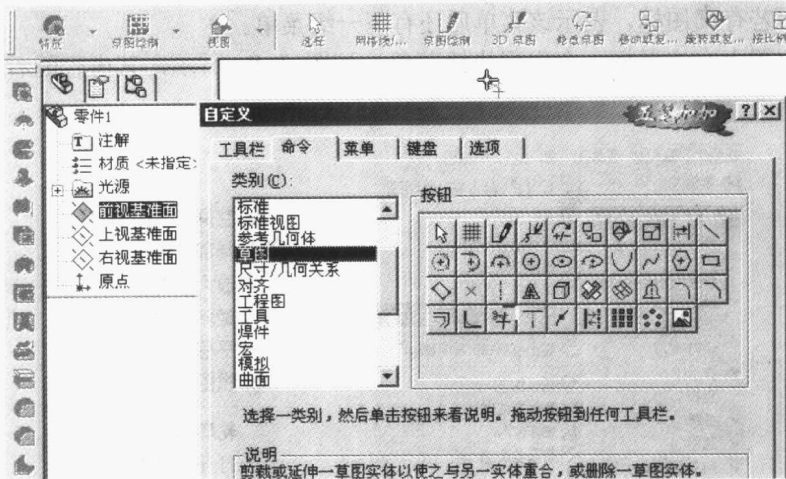
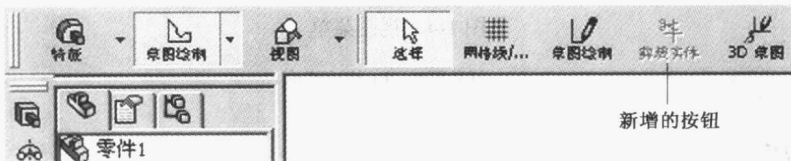

图 1-6 自定义工具栏按钮
图 1-7 新增的工具栏
(4) 工具栏内容的增减：单击菜单【工具】→【自定义】，在对话框的【命令】选项卡上，选择【类别】中的【草图】，在【按钮】下，将想增加的按钮拖到工具栏的适当位置后放开即可，单击【确定】，如图 1-6 和图 1-7 所示。若要减少命令按钮，只要从工具栏中把想减少的命令拖回【自定义】对话框即可。